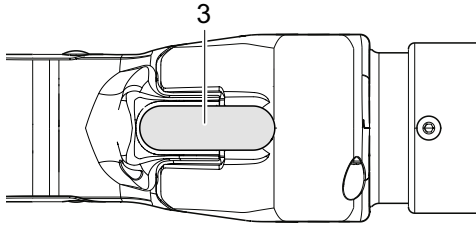

Fig. 15: Inicio del cierre
2. Pulse el botón START (Fig. 15/3) y manténgalo pulsado.
1. Suelte el botón START (Fig. 15/3).